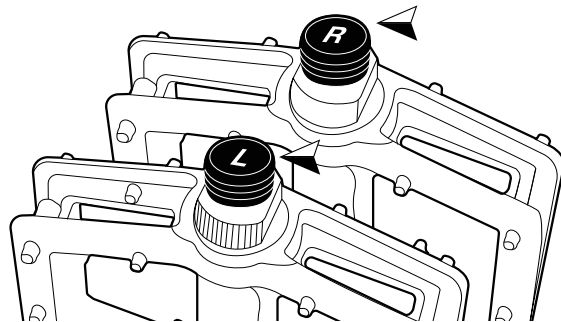

Abb. 13. Markierungen „R“ (rechts) und „L“ (links)
2. Drehen Sie das rechte Pedal („R“-Markierung auf Pedal, siehe Abb. 13) im Uhrzeigersinn in den Kurbelarm auf der Antriebsseite (rechte Seite) ein und ziehen Sie es fest.
3. Drehen Sie das linke Pedal („L“-Markierung und Rillen auf Pedalmutter, siehe Abb. 13) gegen den Uhrzeigersinn in den Kurbelarm auf der linken Seite ein.